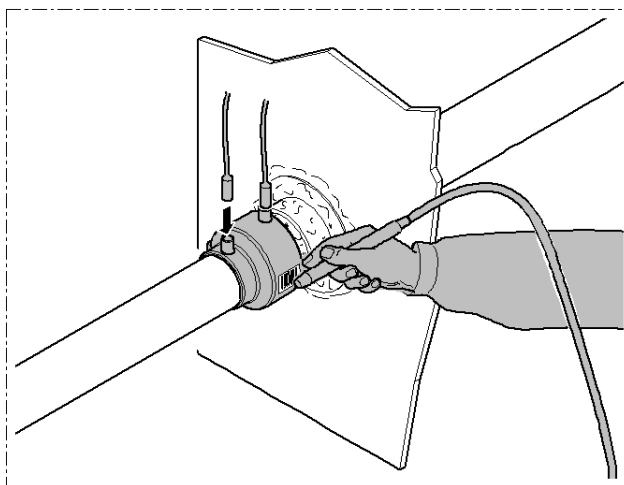

Fig.12
- Soldar as reduções da caixa de empanque, mediante o específico código de barras, seguindo as indicações que aparecem no display da soldadora. (Fig 12)